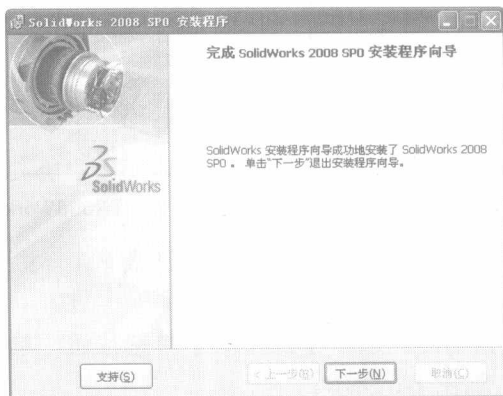

图 1-9 【完成 SolidWorks 2008 SP0 安装程序向导】对话框
(9) 安装完成后, 将弹出如图 1-9 所示的 **【完成 SolidWorks 2008 SP0 安装程序向导】** 对话框, 单击 **下一步(N) >** 按钮, 完成 SolidWorks 2008 的安装。